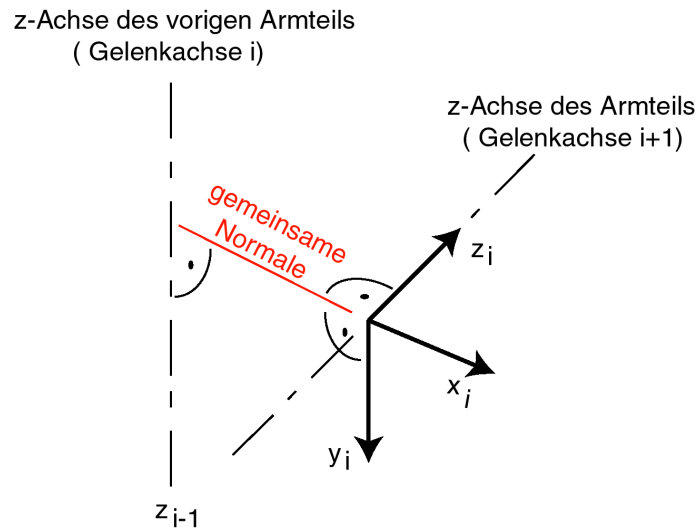

Abbildung 1.2: Die Festlegung des Koordinatensystems wenn die Gelenkachse die vorige Gelenkachse nicht schneidet und nicht parallel dazu verläuft.
1. Wenn sich die Bewegungsachsen i und $i+1$ (entsprechend z_{i-1} und z_i) nicht schneiden und auch nicht parallel verlaufen, wird die gemeinsame Normale (kürzeste Verbindung) zwischen diesen beiden Bewegungsachsen gesucht. Der Ursprung wird in den Schnittpunkt dieser Normalen mit der Gelenkachse $i+1$ gelegt. Die z_i -Achse liegt in der Bewegungsachse $i+1$; es kann eine von beiden Richtungen ausgewählt werden. Die x_i -Achse wird entlang der gemeinsamen Normalen, zu z_{i+1} weisend, gelegt. Oft ist dies die Richtung der mechanischen Verbindung des Armteiles zwischen den Gelenkachsen i und $i+1$. Die y_i -Achse wird so gelegt, dass sich ein Rechtssystem ergibt. (s. Abb. 1.2)